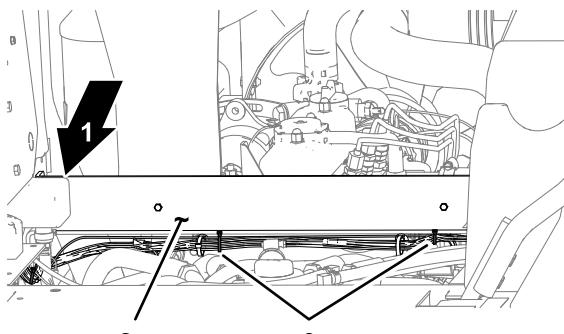

図 18
2. クロスチャネル部材の下で、電源ハーネスを車両のワイヤハーネスに固定するケーブルタイ2本を使って図18のように固定する。